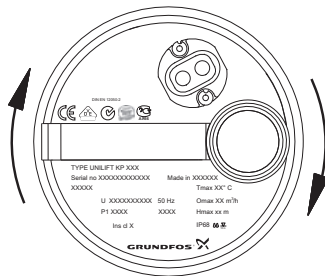

Рис. 10 Направление вращения
3. Проверить перемещение (толчок) насоса при запуске. Если он вращается (рывок насоса) в направлении, указанном на рис. 10 (по часовой стрелке), то в этом случае электродвигатель имеет правильное направление вращения. Если рывок имеет противоположное направление, следует поменять местами два фазовых провода подключения электродвигателя.